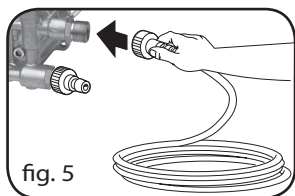

fig. 5
1. Conecte o tubo de alta pressão à saída de alta pressão da máquina (fig. 5).